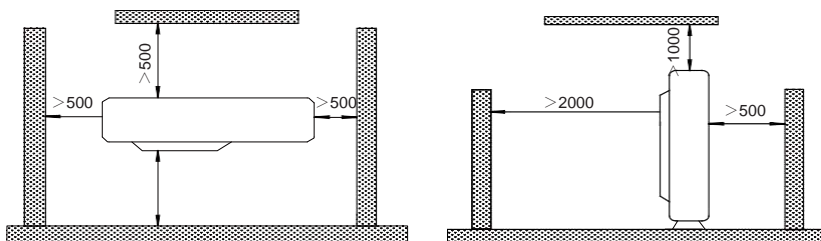

Fig.3
- (1). Si possible, n'installez pas l'unité là où elle sera exposée directement à la lumière du soleil. (Si nécessaire, installez un store mais veillez à ce qu'il n'interfère pas avec le flux d'air).
- (2). Installez l'unité extérieure là où elle évitera au maximum d'être salie et mouillée par la pluie.
- (3). Installez l'unité extérieure là où elle pourra facilement être connectée à l'unité intérieure.
- (4). Installez l'unité extérieure de manière à ce que l'eau des condensats puisse être évacuée librement pendant l'opération de chauffage. Veillez à ce qu'aucun animal ni plante ne se trouve sur le circuit de l'air chaud.
- (5). Prenez en compte le poids de l'unité et choisissez un lieu où le bruit et les vibrations soient faibles.
- (6). Installez l'unité extérieure dans un lieu qui puisse supporter son poids et génère le moins de bruit et de vibrations possible.
- (7). D'après la Fig. 3, vérifiez que l'espace soit suffisant pour que le flux d'air ne soit pas bloqué. De plus, pour un fonctionnement optimal, laissez trois ou quatre côtés ouverts.